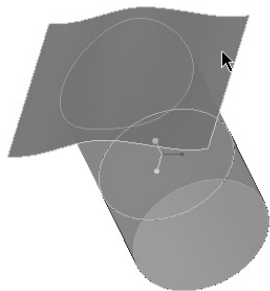

图 5-158 选择拉伸曲面
- 5) 激活（替换面组）收集器，在模型窗口中选择图 5-158 所示的拉伸曲面（面组）。